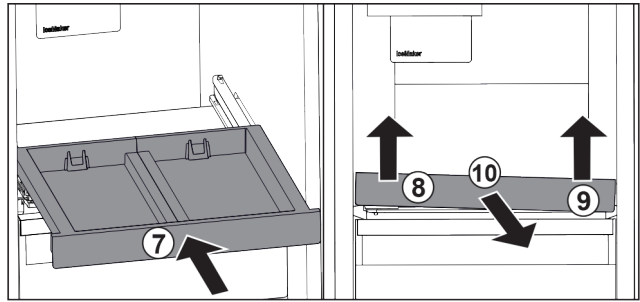

Fig. 91
- ▶ Työnnä vetotaso sisään. Fig. 91 (7)
- ▶ Nosta vetotaso edestä vasemmalta. Fig. 91 (8)
- ▶ Nosta vetotaso edestä oikealta. Fig. 91 (9)
- ▶ Vedä vetotaso eteenpäin pois. Fig. 91 (10)